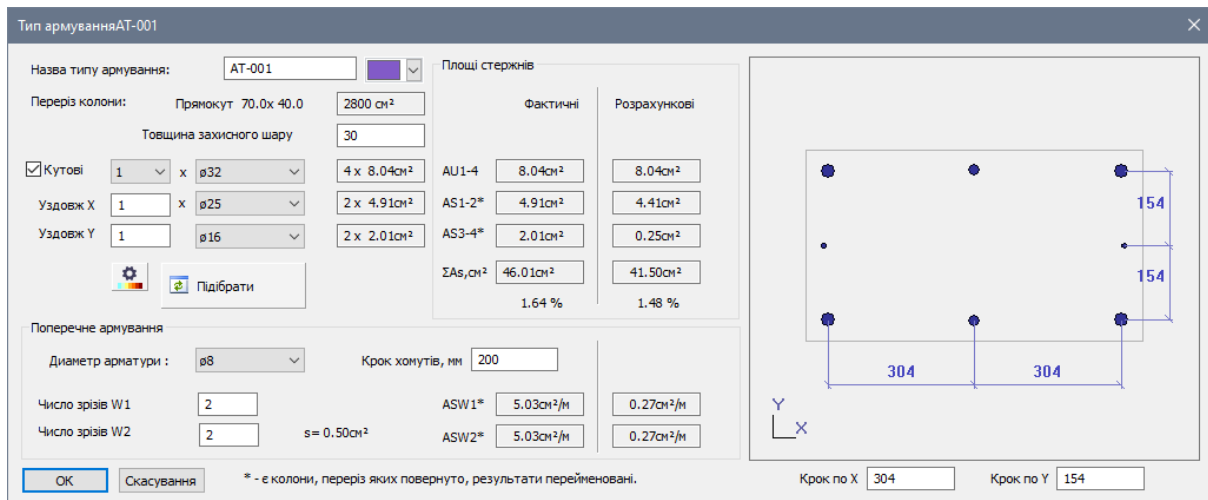

Рис. 27.4. Діалогове вікно Тип армування
- У діалоговому вікні **Тип армування АТ-001** (рис. 27.4) у розкритому списку **Уздовж Y** виберіть Ø16.